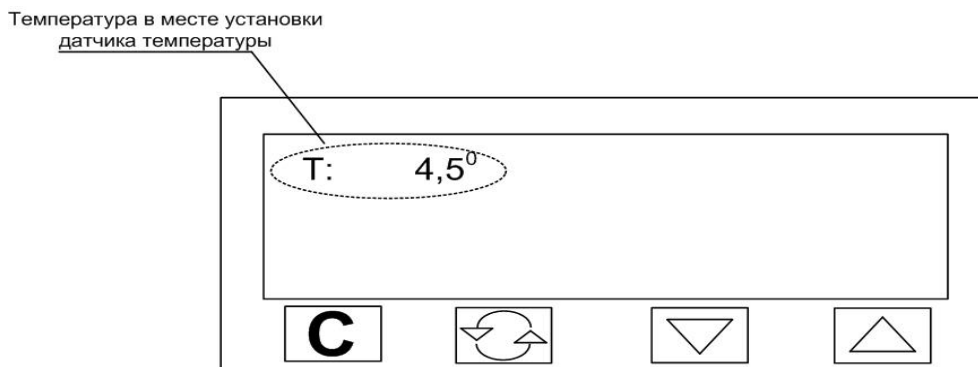

Рисунок 4
1). Исходное состояние (Рис.4).
При нажатии на кнопку « ↻ » происходит запуск устройства в работу – рабочий режим. Показания индикаторного табло прибора в зависимости от числа записанного в меню регулятора «РЕЖИМ 1», в общем случае, представлено на Рис.4,5. В рабочем режиме прибор производит управление внешними устройствами в соответствии с заданием, введенным в программном режиме. Из режима регулирования прибор можно перевести в состояние паузы или состояние с возможностью ручного управления мощностью. Порядок действия с прибором, его возможности, назначение каждой из восьми зон индикатора в зависимости от действий оператора представлено в Табл.4,5.